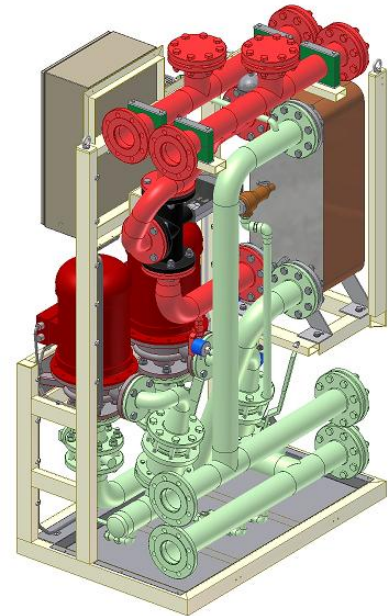

Рис. 4.2-1
- Первичный контур, НХМ300-PS01 (обозначен зеленым цветом на рис. 4.2-1)
- Вторичный контур, НХМ300-PS02 (обозначен красным цветом на рис. 4.2-1)